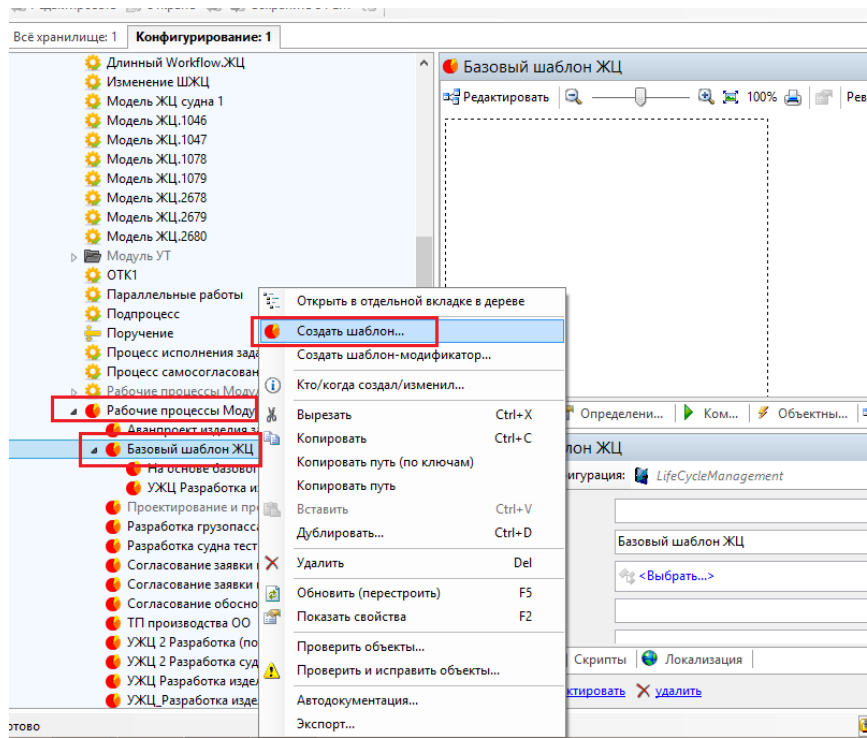

Рисунок 146 — Выбор команды «Создать шаблон»
- далее выбрать подпапку «Рабочие процессы модуля УЖЦ», далее — «Базовый шаблон ЖЦ» и нажатием правой кнопки на выбранном объекте «Базовый шаблон ЖЦ» инициировать создание нового шаблона выбрав команду «Создать шаблон» (Рисунок 146);